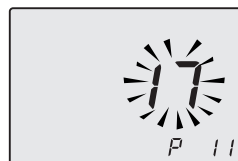

Figura 5.44
- Nel display si alternano la scritte **P11 - SEt** (Figura 5.44).